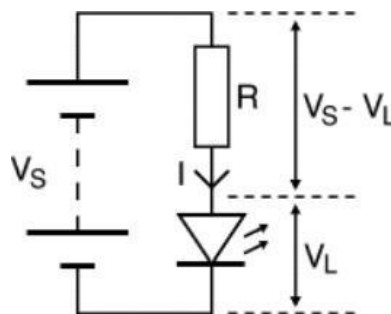

Figura 6.2: Circuito para acendimento do LED.
Um LED é um diodo que, quando polarizado diretamente, emite luz. Para evitar uma avalanche da corrente sobre o dispositivo, normalmente utiliza-se um resistor conectado em série. LEDs verdes e vermelhos, comumente utilizados em instrumentos sinalizadores, operam com $V_L = 1,7V$ e $I = 5mA$. Com base nessas informações, calcule o valor do resistor R mostrado na Figura 6.2, considerando que a tensão $V_S = 15V$.
1. Monte o circuito da Figura 6.2 utilizando um LED, o resistor calculado no pré-relatório e uma fonte de tensão $V_S = 15V$. Verifique o seu funcionamento.